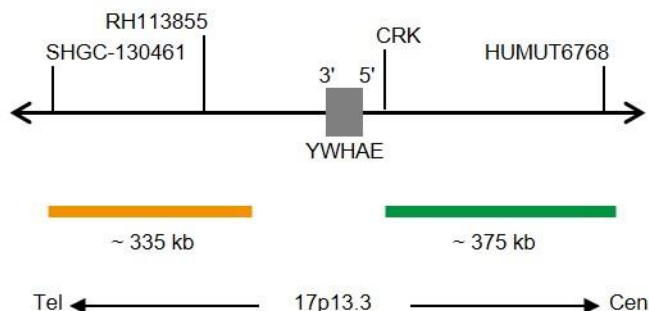

Fig. 1: SPEC YWHAE Mappa della sonda (non in scala)
- Polinucleotidi (~10 ng/μl) marcati con ZyGreen (eccitazione 503 nm/emissione 528 nm), che hanno come bersaglio sequenze mappate in 17p13.3* (chr17:1,339,752-1,716,668) prossimali alla regione del breakpoint YWHAE (vedere Fig. 1).
- Polinucleotidi (~4,5 ng/μl) marcati con ZyOrange (eccitazione 547 nm/emissione 572 nm), che hanno come bersaglio sequenze mappate in 17p13.3* (chr17:791,171-1,124,746), distali alla regione del breakpoint di YWHAE (vedere Fig. 1).